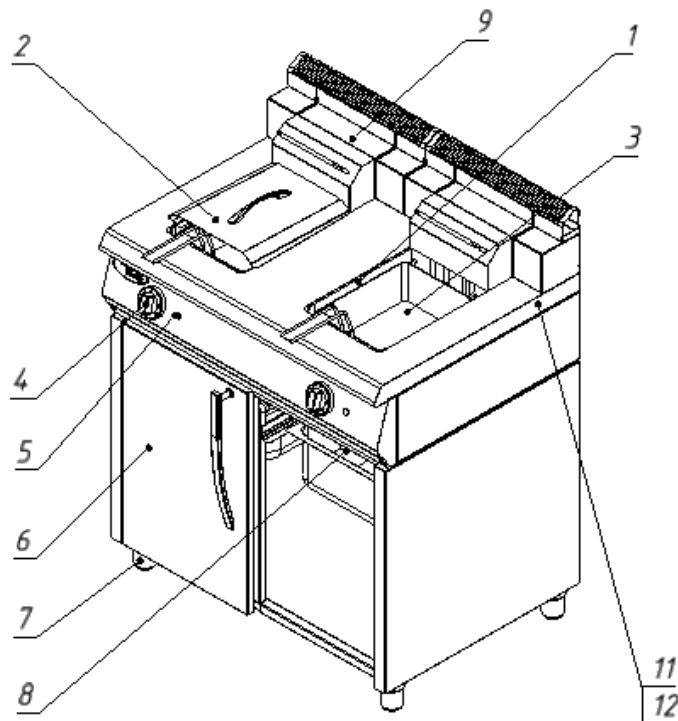

Рис.1. Крышка(2)и дверь(6) условно не показаны
5.1 Фритюрницу следует установить с соблюдением ГОСТ 12.2.124-90 «Оборудование продовольственное. Общие требования безопасности», но не менее 300мм от задней стенки установки до стены. Устойчивость установки обеспечивается регулировкой высоты ножек(7) подставки(6)рис.1.
5.4 Закрывать краны слива масла(8)рис.1.
6.2.1 Открыть крышку(2), поднять корзину(3)рис.1 и залить масло. Уровень масла в емкости должен быть не выше 100 мм от верхнего края емкости.
- 8.3 Трудноудаляемые пятна очищайте специальными средствами по уходу за нержавеющей сталью. Для очистки внутренних стенок емкости надо открыть кран(8), слить масло в отдельную емкость, вынуть корзину(3)рис.1 и повернуть ТЭН с держателем на 180 градусов. В открытом положении ТЭНа его включение блокирует микровыключатель(12), установленный между корпусом(11) и держателем ТЭНа(9).